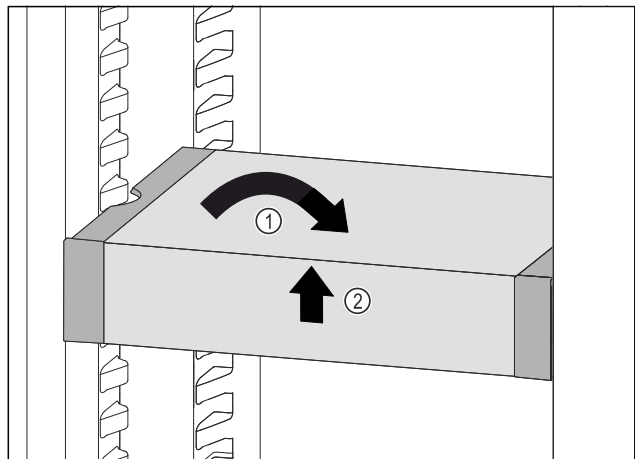

Fig. 57
- ▶ Remettre le VarioSafe droit. Fig. 57 (1)
- ▶ Soulever la partie avant du VarioSafe. Fig. 57 (2)